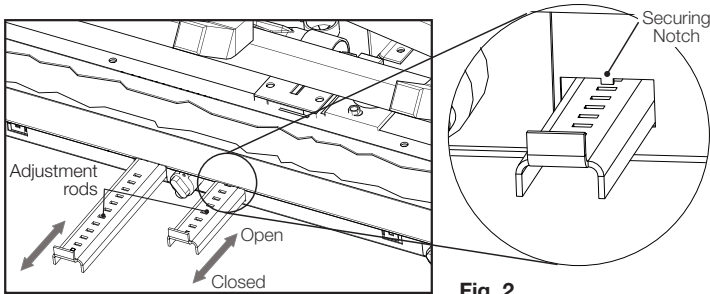

Fig. 2
- Position the adjustment rod into the middle of the opening to disengage it from the securing notches (**Fig. 2**).
- Placer la tige d'ajustement dans le centre de l'ouverture afin de la dégager des encoches de sécurisation (Fig. 2).